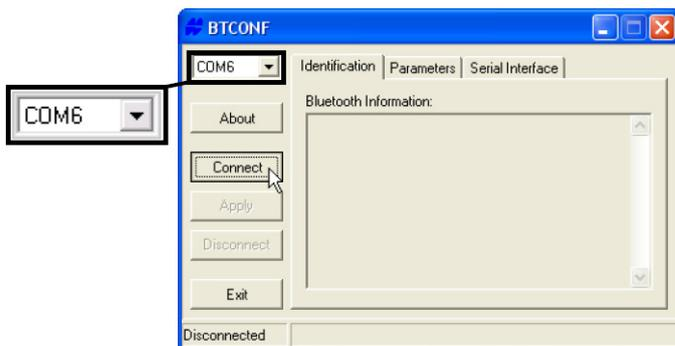

Figura 2-20. Selezione della porta di comunicazione e selezione di Connect
3. Dall'elenco a discesa nell'angolo in alto a sinistra, selezionare la porta seriale del computer usata per la comunicazione (Figura 2-20).